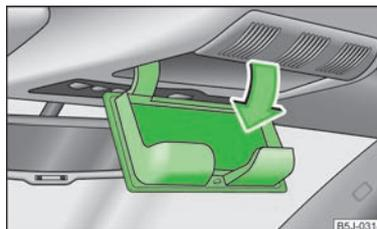

Fig. 62
- Premere il coperchio dello scomparto portaocchiali, lo scomparto si chiuderà.» fig. 62